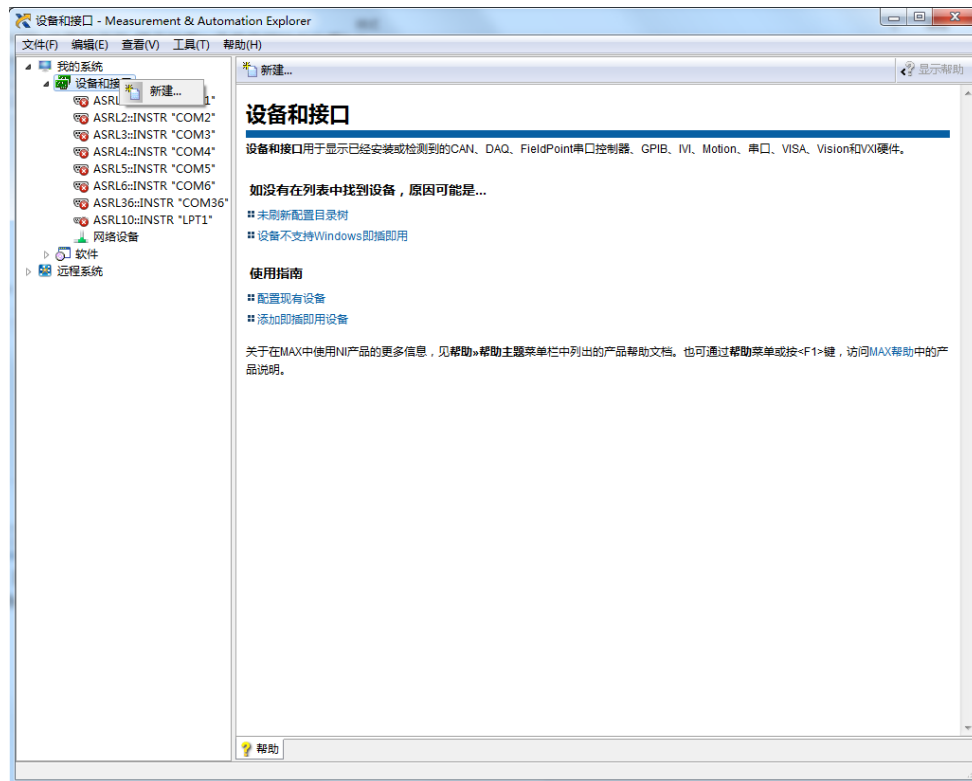

图 7.2 设备和接口
**步骤 1.** 右键点击左上角我的系统→设备和接口，如图 7.2 所示：